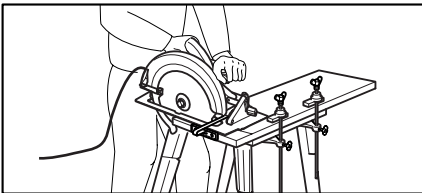

Fig. 4 Una ilustración típica del correcto apoyo de las manos, apoyo de la pieza de trabajo, y tendido del cable de alimentación.
15. **Cuando utilice la sierra, mantenga el cable alejado del área de corte y póngalo de forma que no se enganche en la pieza de trabajo durante la operación de corte. La herramienta está provista de empuñadura delantera y mango trasero para utilizarla con ambas manos. Realice la tarea con el apoyo de manos y apoyo de la pieza de trabajo apropiados, y con el cable de alimentación extendido hacia fuera del área de trabajo. ADVERTENCIA: Es muy importante apoyar debidamente la pieza de trabajo y sujetar firmemente la sierra para evitar la pérdida de control que podría ocasionarle heridas personales. La Fig. 4 muestra el apoyo de manos típico para la sierra.**